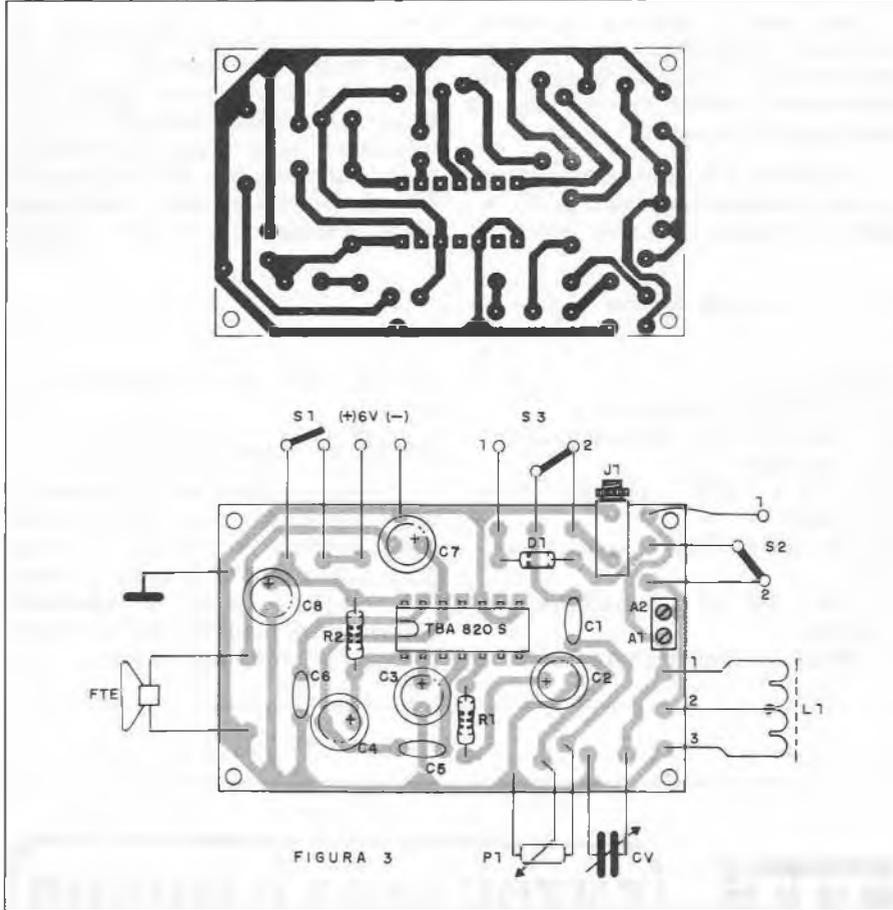

FIGURA 3
Como usamos um circuito integrado, a melhor técnica para montagem é a que faz uso de placa de circuito impresso que é mostrada na figura 3.
Imaginemos um indutor (L) ligado em paralelo com um capacitor (C), conforme mostra a figura 3.